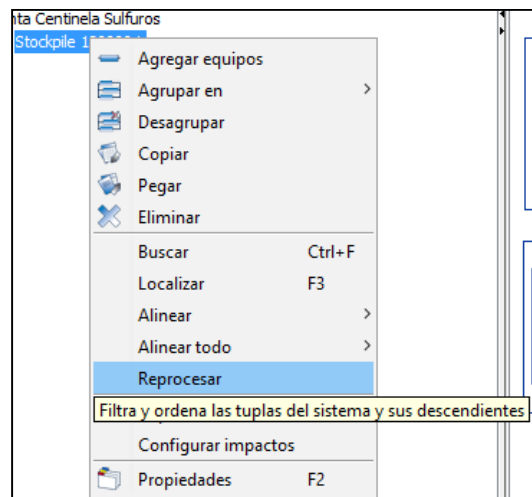

Ilustración 4: Menú del árbol de navegación
- Si aparece el Signo  en la tabla, cierre el plugin, haga click derecho sobre el árbol de navegación y seleccione “Reprocesar” (Ver Ilustración 4).